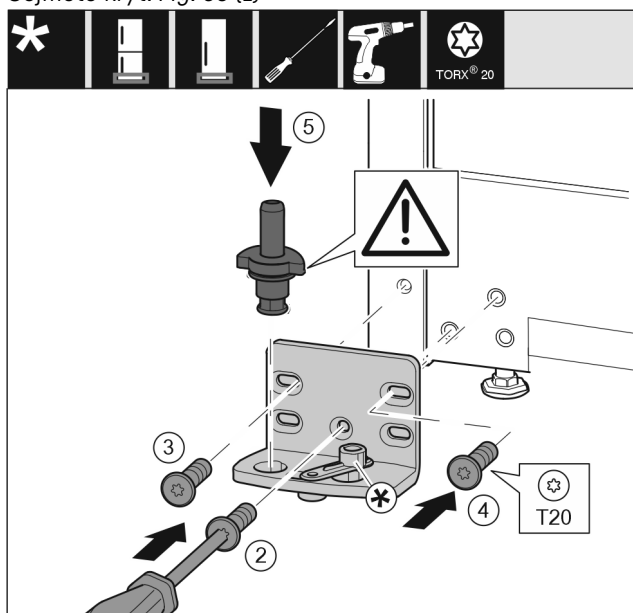

Fig. 36
- ▶ Nasadte stojan ložiska na druhé straně a přišroubujte pomocí šroubováku T20. Začněte šroubem 2 dole uprostřed. Fig. 36 (2)
- ▶ Pevně utáhněte šroub 3 a 4. Fig. 36 (3,4)
- ▶ Zcela vložte ložiskový čep. Přitom dávejte pozor, aby zajišťovací vačka směřovala dozadu. Fig. 36 (5)
- ▶ Nasadte stojan ložiska na druhé straně a přišroubujte pomocí šroubováku T20. Začněte šroubem 2 dole uprostřed. (2)\*
- ▶ Spojení tlumiče zavírání otočte o 180°. Šroubovákem T20 přišroubujte na druhé straně stojanu ložiska. (5)\*
- ▶ Zcela vložte ložiskový čep. Přitom dávejte pozor, aby zajišťovací vačka směřovala dozadu. (6)\*